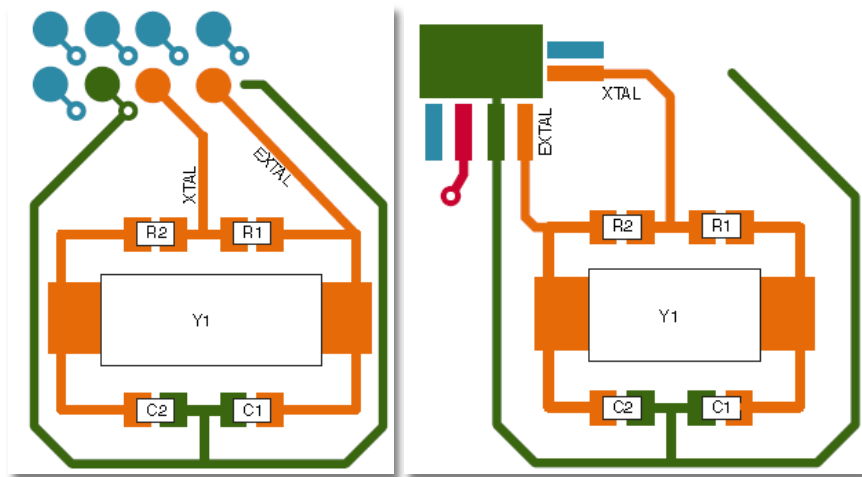

图 97 BGA 和 LQFP 封装建议的晶体 Layout 布局
4. 晶体及其负载元件周围应放置一个防护环，防止安装层上的相邻信号发生串扰。此防护环可以从晶体引脚相邻的 VSS 引脚起始，图 97所示分别是推荐的BGA封装和LQFP封装的晶体Layout布局。